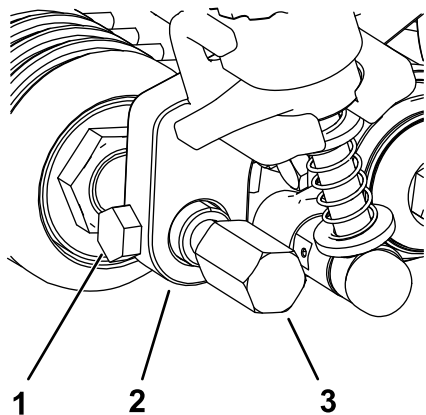

Figure 24
- Insérez et centrez l'arbre de rouleau avant entre les supports de hauteur de coupe, puis fixez-le à l'aide des 2 vis retirées des anciens supports de hauteur de coupe (Figure 24).
- Fixez les protections de groomer de chaque côté de l'arbre de rouleau avant (Figure 24).